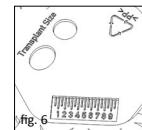

fig. 6
■ fig. 6 L'échelle millimétrique sert à effectuer les mesures comparatives générales qui peuvent être utiles dans le cadre de l'opération de l'oreille moyenne. La face arrière peut aussi être utilisée comme tablette ou comme plan de travail, par exemple pour préparer le greffon ou déposer des accessoires.